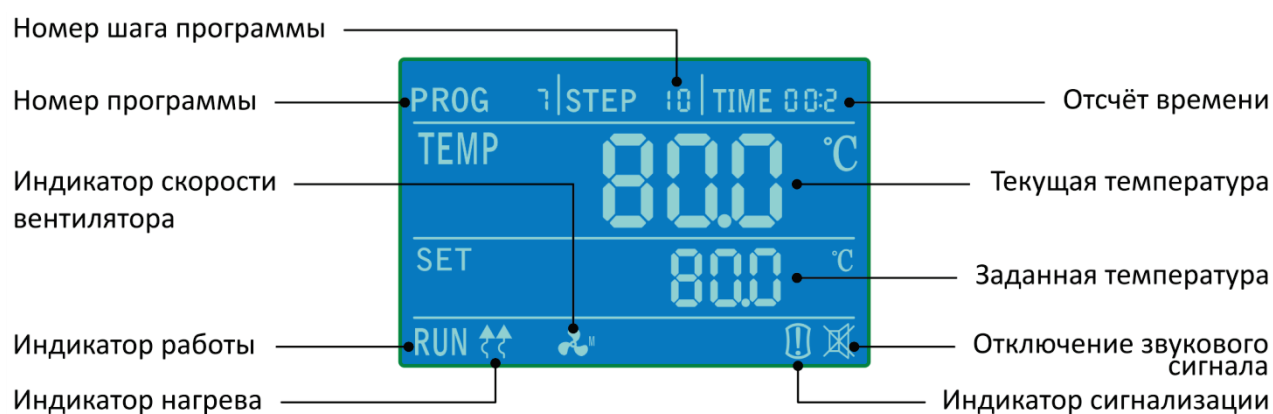

Рисунок 2
8.2.1. В режиме ожидания или во время рабочего цикла, один раз коротко нажать кнопку «УСТ. / ПРОГ.». На дисплее начнут мигать слово «PROG» и номер программы (Рисунок 2).